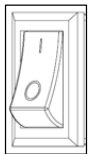

Figure 8
A. Réglage par défaut : L'interrupteur du détecteur de mouvement est en position de marche (O) par défaut. Ceci contrôlera le luminaire dans lequel se trouve le module, ainsi que tous les luminaires connectés en série à celui-ci. Voir figure 8.
B. Autre réglage : Lorsque l'interrupteur du détecteur de mouvement est en position « I », le détecteur de mouvement ne contrôle que le luminaire dans lequel se trouve le module, et NON les luminaires connectés en série avec lui. Voir figure 8.
b. Autre réglage : Le détecteur de mouvement contrôlera les luminaires en série qui ont été reliés en guirlande. Veuillez noter que lorsque l'interrupteur est en position « O », le détecteur de mouvement n'est pas réglé par défaut. Voir figure 8.